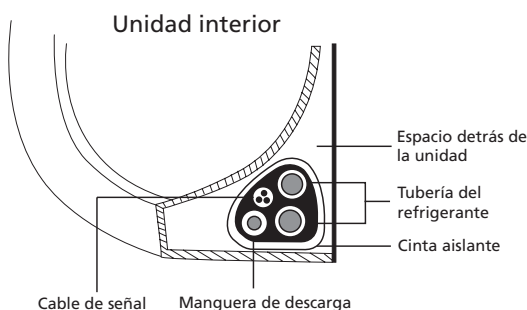

Fig. 3.10
- Agrupe la manguera de descarga, los tubos de refrigerante y el cable de señal como se indica en la **Fig. 3.10**.
- Con cinta aislante, envuelva firmemente y juntos el cable de señal, los tubos de refrigerante y la manguera de descarga. Verifique nuevamente que todos los elementos estén agrupados como se indica en la **Fig. 3.10**.